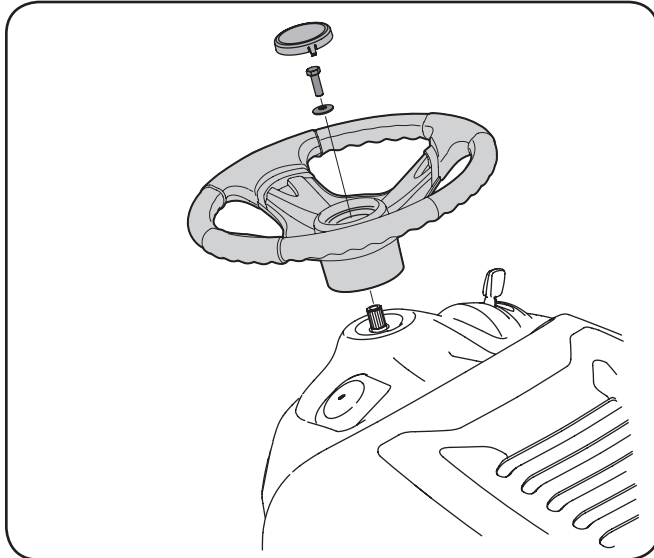

Figura 3-3
2. Coloque la arandela (con el lado esférico hacia abajo) por encima del volante y ajústela con el perno hexagonal. Vea la Figura 3-3.